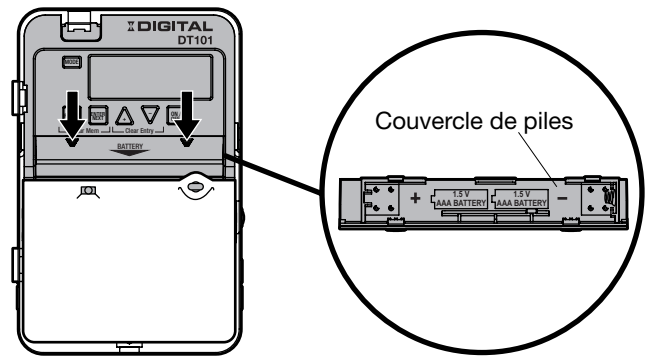

FIG. 6 Insertion des piles
1. Retirez le boîtier de piles en le couissant vers le bas, vers le sens des flèches, puis placez les deux piles alcalines de type AAA. Assurez-vous que les piles sont orientées dans le sens indiqué sur la FIG. 6.